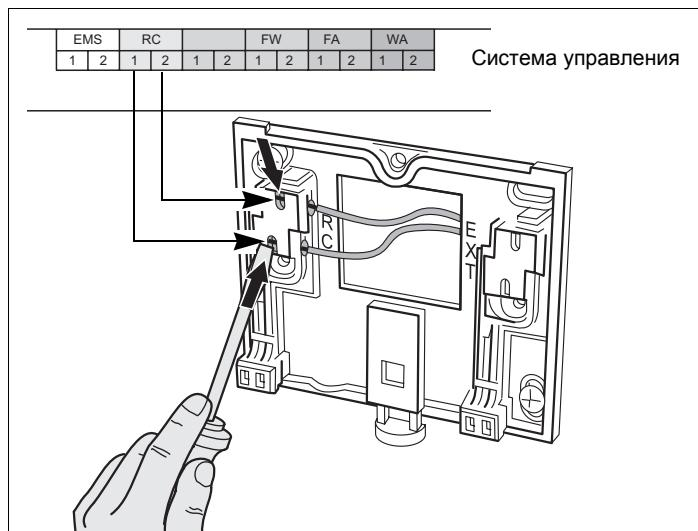

Рис. 6 Подключение/отключение электрических соединений
- Подключить двухжильный Bus-кабель от отопительного котла (EMS) к клеммам "RC" (рис. 6). Полярность жил может быть любой.
- Чтобы вставить или освободить кабель, нужно нажать отверткой в шлиц кабельной клеммы (рис. 6).